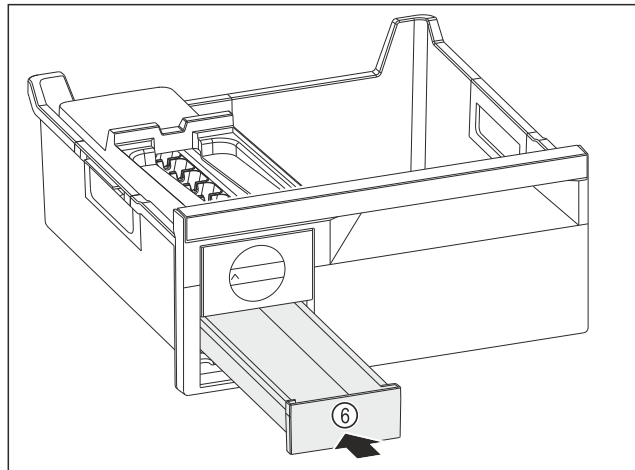

Fig. 79
- ▶ Ijsblokjesvak Fig. 79 (6) inschuiven.